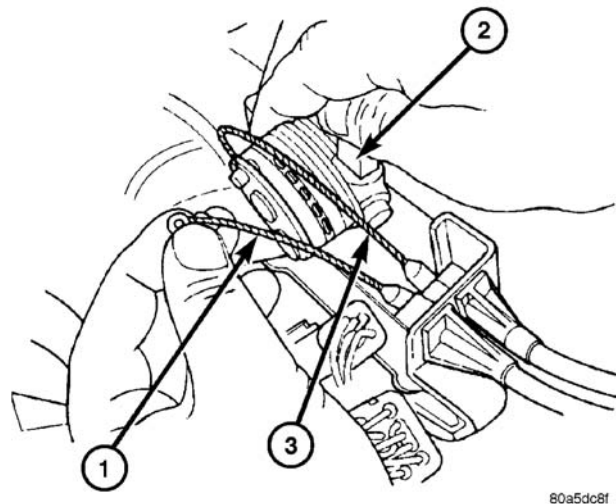

图 2 巡航控制拉线末端
- (1) 松开发动机罩锁，打开发动机罩。
- (2) 断开蓄电池负极电缆。
- (3) 从节气门体处断开节气门与巡航控制拉线末端（图 2）。